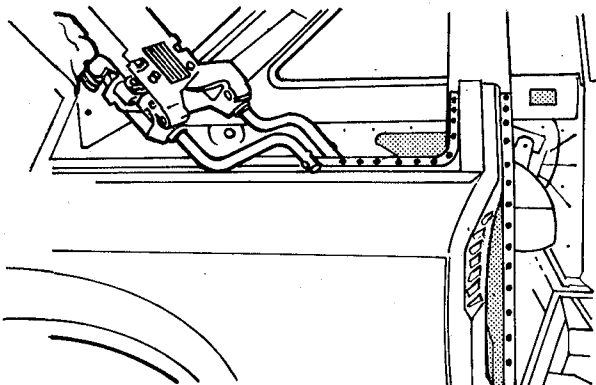

fig. 129
10. Soldar a ponto o painel lateral à coluna "B" e à abertura da janela lateral (fig. 129)